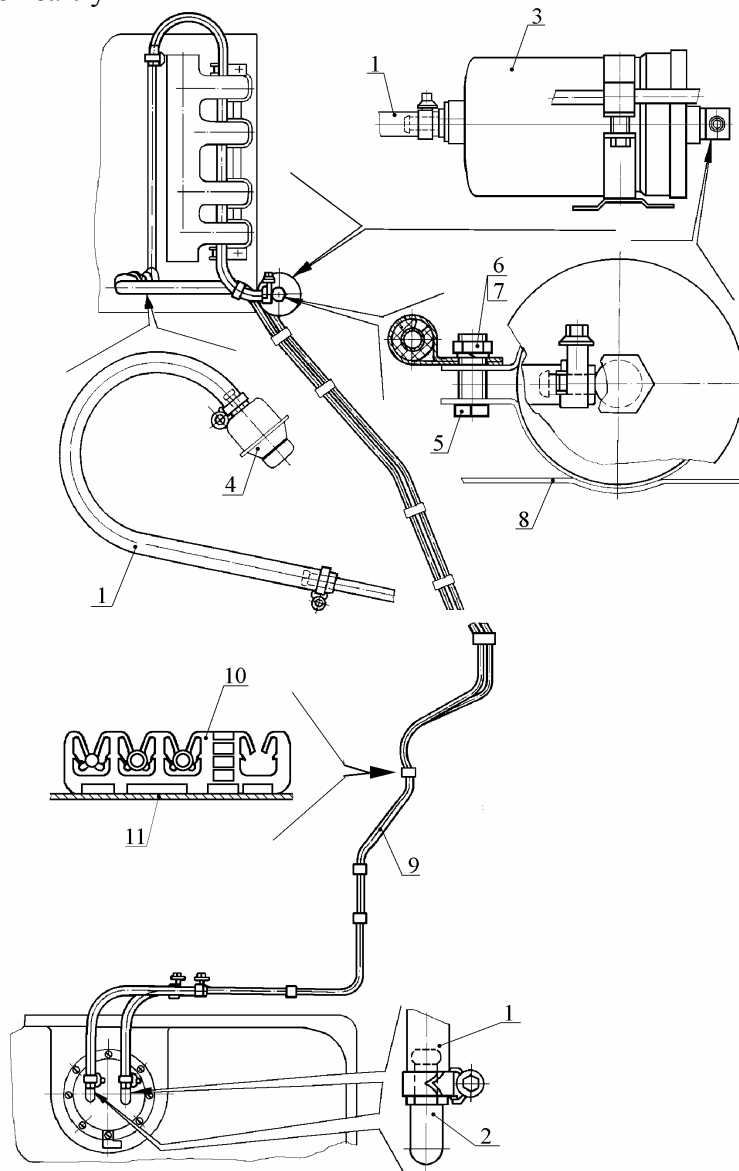

Рис.19. Снятие топливного трубопровода:
4.16.1. Отсоединить шланги 1 (рис. 19) от штуцеров топливного бака 2, от фильтра тонкой очистки топлива 3, от редукционного клапана 4, ослабив винты крепления хомутов